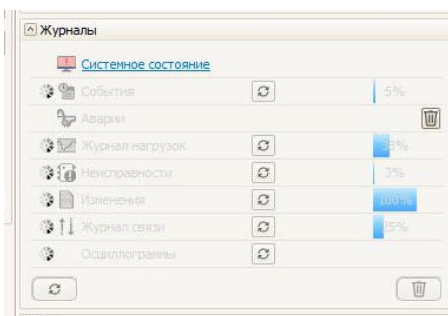

Рис.6.12. Область Настройки (уставки)
13. Запустится процесс вычитки журналов из устройства (см.Рис.6.12). Ссылки для перехода в соответствующие журналы станут не активными. Дождитесь полной загрузки журналов из устройства.